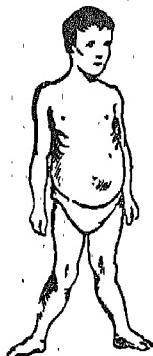

Fig. 5. — Un enfant rachitique.
d) La peau brunit au soleil. — En même temps, elle fabrique une substance indispensable à la bonne ossification du squelette. C'est pourquoi la croissance des enfants qui vivent dans des logis obscurs se fait mal. Ils sont rachitiques (fig. 5).